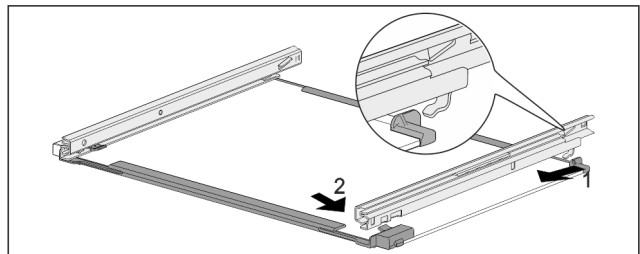

Fig. 191 Placa de sticlă cu șine
- ▶ Agățați șina în partea din spate. Fig. 191 (1)
- ▶ Înclicetați șina în partea din față. Fig. 191 (2)